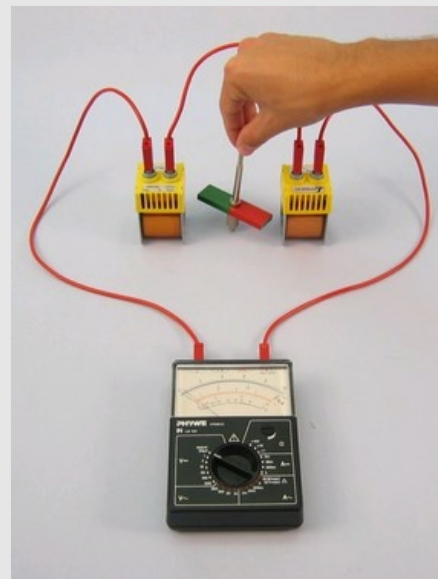

Fig. 2
- Place l'aimant entre les deux bobines de manière à ce que les pôles soient à environ 1 cm de distance des bobines. Cf. figure 2.